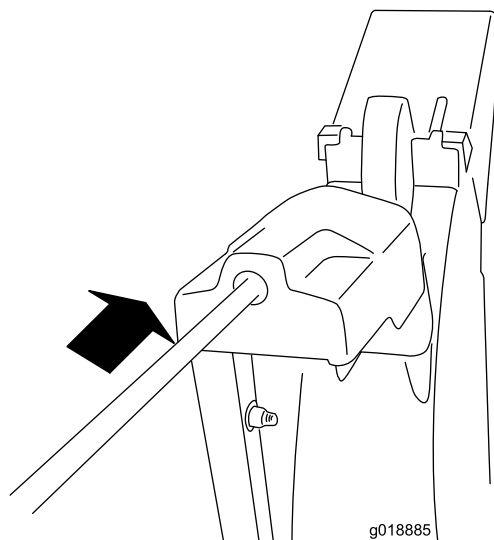

Figura 11
4. Inserite l'estremità anteriore dell'asta nell'apertura sulla parte posteriore del coperchio ingranaggi del camino di scarico fino a quando non scorre negli ingranaggi del camino di scarico (Figura 11).